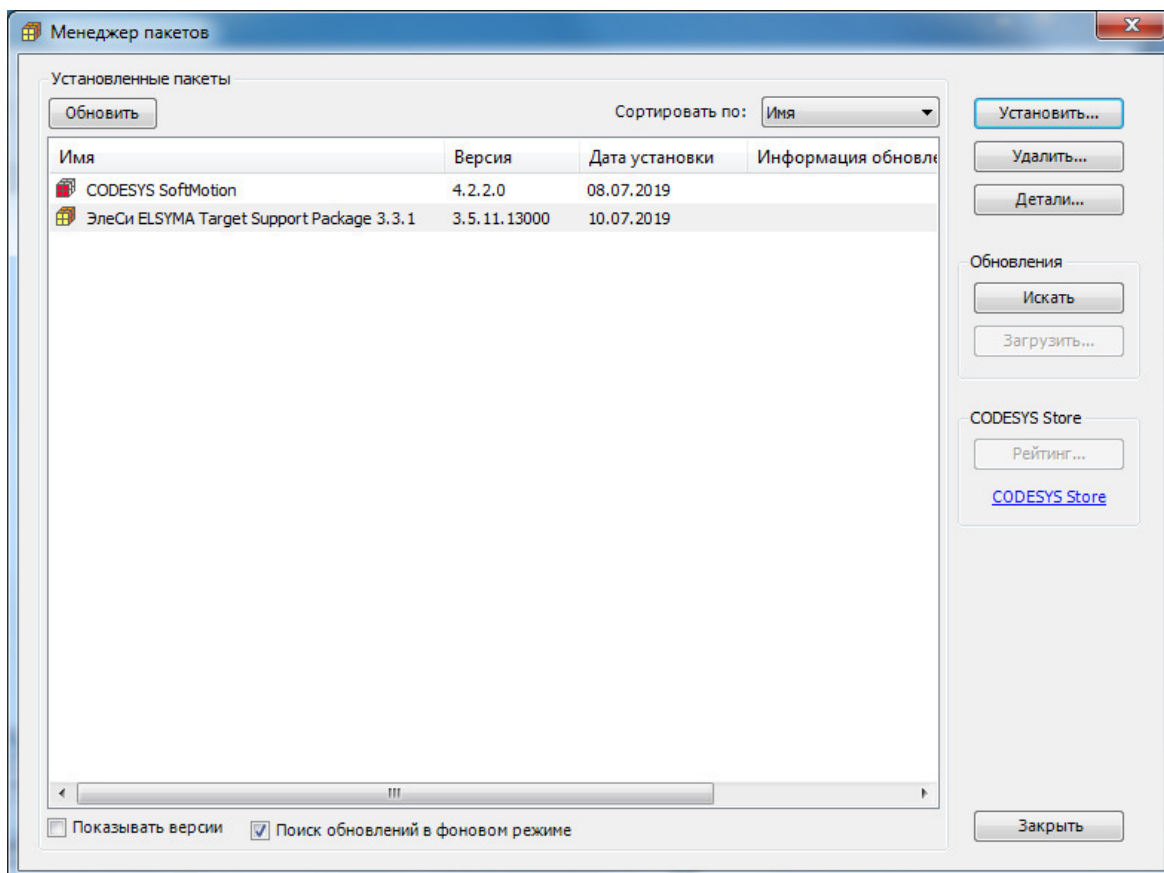

Рисунок 2.3 – Система разработки CoDeSys. Окно выбора файла
- 3) Нажать кнопку "Установить ..." и в окне выбора файла (рисунок 2.3) выбрать файл *ELSYMA TSP (<version>).package*.